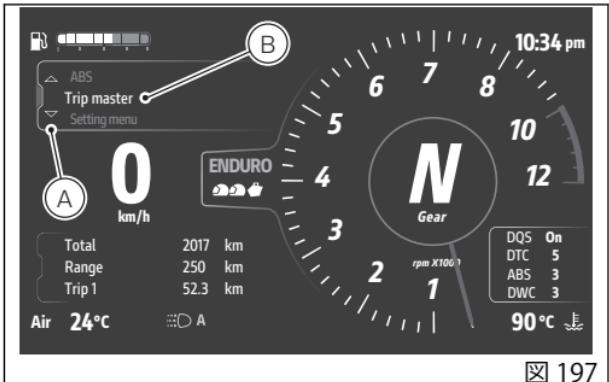

図 197
- ・ ジョイスティックを ▲ の位置に長く押し、インタラクティブメニューを選択します (A、図 197)。
- ・ ジョイスティック ▲ ▼ を使用して「Trip master」を選択し (B、図 197)、「ENTER」を押します。